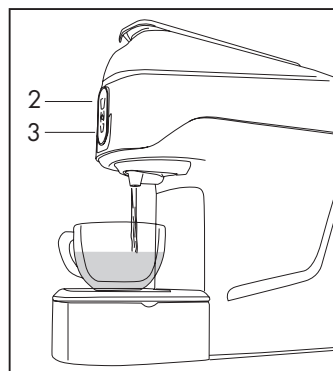

Fig.5
- I simboli (2-3) lampeggeranno ad intermittenza, fino al raggiungimento della temperatura; quando i simboli (2-3) si illuminano in modo fisso, la macchina è pronta per l'utilizzo. Posare una tazza sulla griglia quindi premere i simboli di erogazione (2-3) a seconda del modello, la macchina eroga acqua **(Fig. 5)**; premere nuovamente il simbolo quando si è raggiunta la quantità d'acqua desiderata. L'operazione di risciacquo è conclusa quando almeno tre tazze d'acqua sono state erogate.